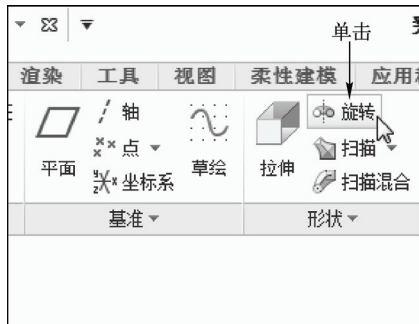

图 6-6 单击“旋转”按钮
STEP 02 在功能区选项板的“模型”选项卡中, 单击“形状”面板中的“旋转”按钮, 如图 6-6 所示。